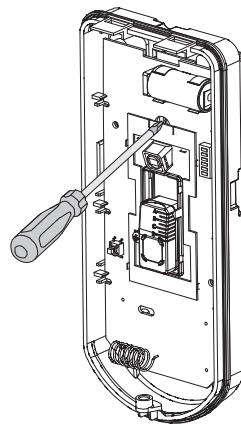

Figura 10: Scheda elettronica
- Per regolare lo snodo standard quando viene installata la scheda elettronica procedere come segue (Figura 10):
- Utilizzare un cacciavite per svitare la vite di blocco (Figura 10).